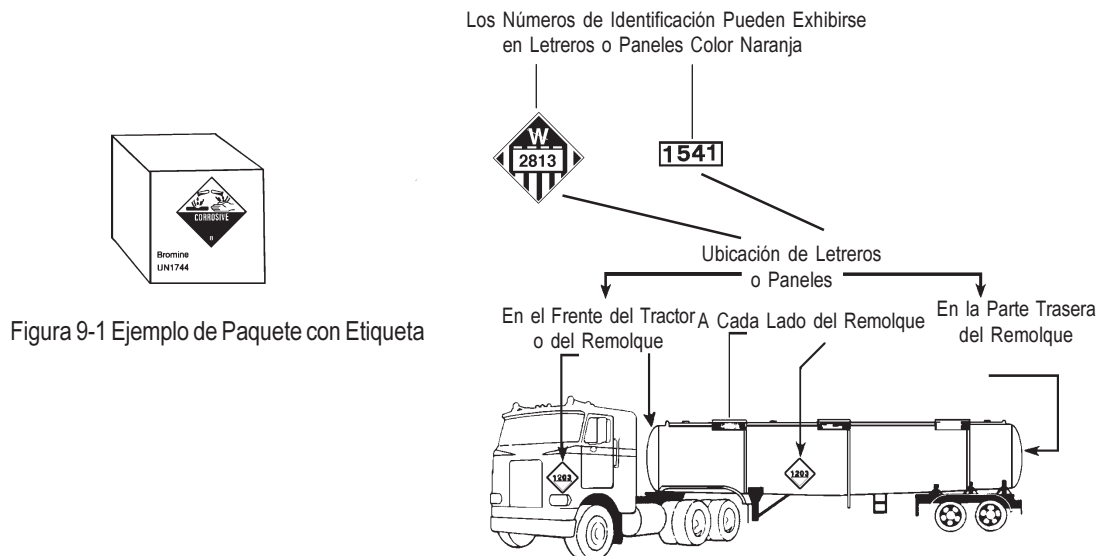

Figura 9-2 Ubicación de Letreros y Paneles
**Los letreros** son señales usadas para advertir a otros de una carga peligrosa y tales letreros son puestos en la parte exterior de un vehículo para mostrar la clase de peligro de la carga. Un vehículo con letreros tiene que llevar por lo menos 4 letreros que representen el peligro pertinente. Tienen que ser colocados en cada lado y en cada extremo del vehículo, tal y como se muestra en la figura 9-2. Los letreros deben ser fáciles de leer desde las cuatro direcciones. Hay 22 tipos de letreros de especificaciones DOT. Estos miden 10 3/4 pulgadas cuadradas, van de manera vertical sobre un punto, en forma de diamante. Los tanques de carga muestran el número de identificación de su contenido en letreros o en paneles anaranjados rectangulares, o configuraciones blancas cuadradas colocadas en forma de diamante con las mismas dimensiones que los letreros.